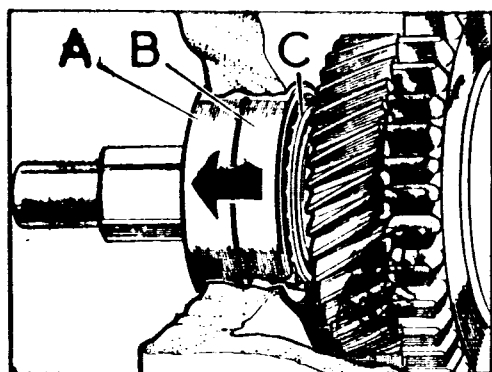

Fig. C-36 Desmontaje de la pista exterior del cojinete
- 1.5. Con el anillo cortado, B (Fig. C-36) en su sitio se golpeará sobre el protector para que el eje se desplace hacia adelante hasta que la pista exterior, A, salga totalmente de su alojamiento de la caja.